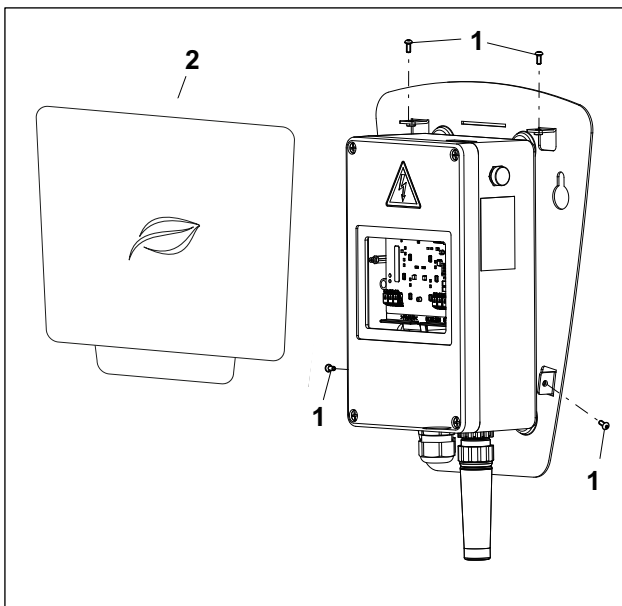

Abb. 8 Wallbox Sunbraincar mit Abdeckhaube
10. Die Abdeckhaube aufsetzen und mit den vier Schrauben M4x10 (Abb. 8/1) festziehen (1,8 Nm). Die vier Schrauben sind Beipackzubehör.